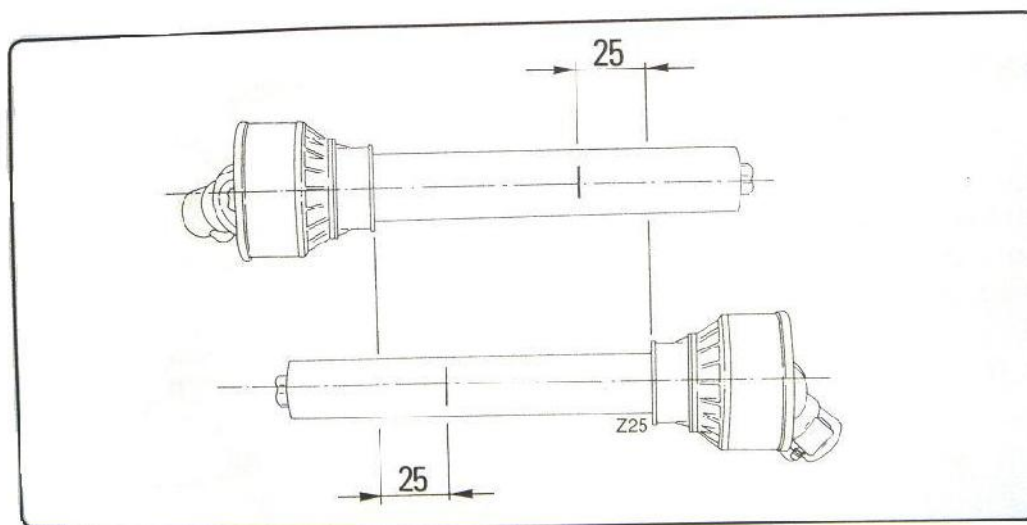

fig. 4.3.1
- A l'aide d'un marqueur, matchmark l'endroit où les deux moitiés doivent être raccourcis, de 25 mm à partir du début de chaque mi-temps, comme le montre la fig. 4.3.1.